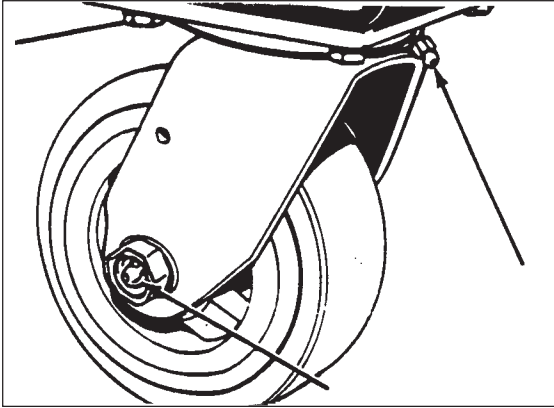

Figure 1
4. Use a grease gun to lubricate the caster. See figure 1.
4. Utilisez un pistolet de graissage pour lubrifier la roulette. Voir figure 1.